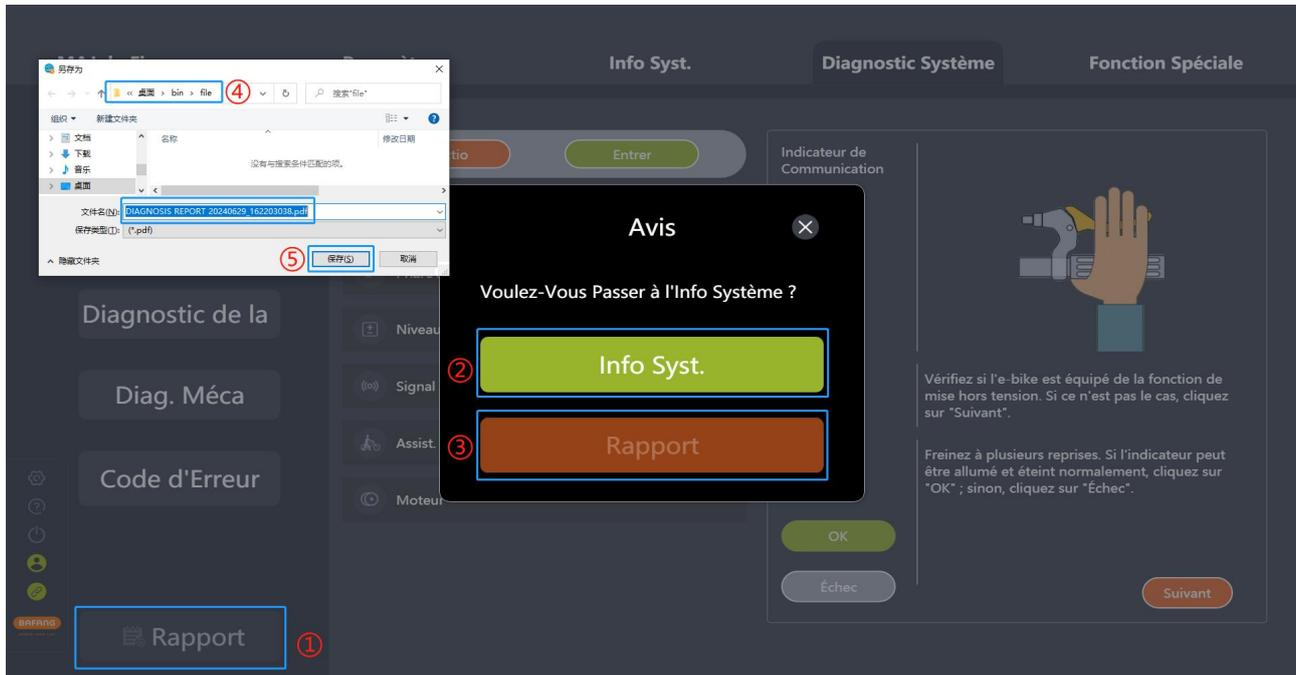

Fig. 6-6 Création de rapports sur l'interface de diagnostic système
- (1) Cliquez sur "Rapport", et une fenêtre contextuelle vous demandera "Voulez-Vous Passer à l'Info Système ?" (Fig. 6-6).
- (2) Pour lire les informations système, cliquez sur "Info Syst." pour y accéder.
- (3) Cliquez sur "Rapport".
- (4) Sélectionnez le chemin de sauvegarde local.
- (5) Cliquez sur "Sauveg." pour générer un rapport PDF.